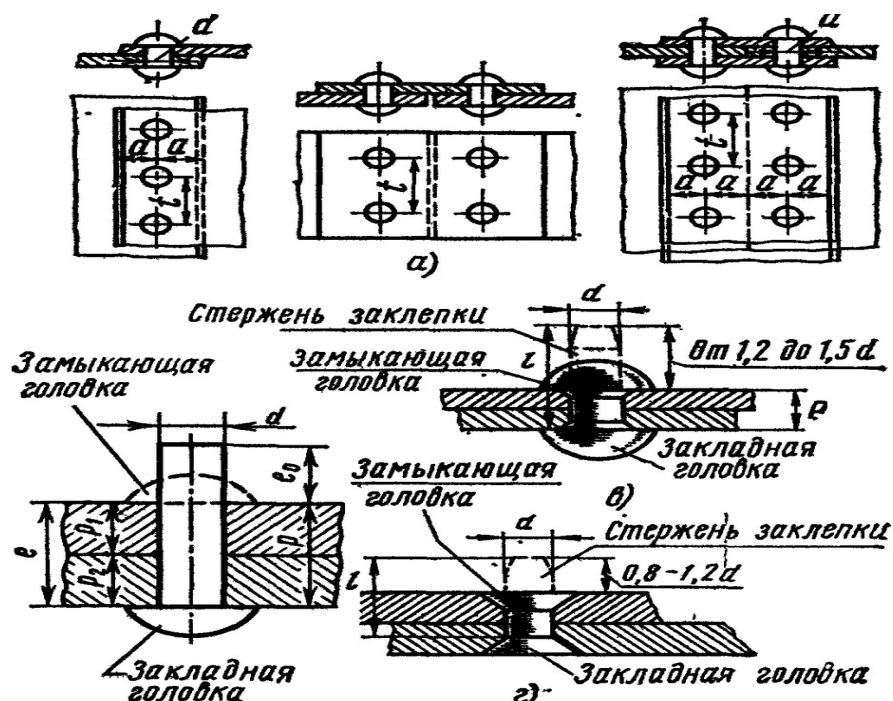

Рис. 92. Клепка:
7. Просверлить (или пробить пробойником на пробивном прессе) отверстия (рис. 92, д). Сверлить отверстия в два приема: сначала пробное, а потом окончательное.